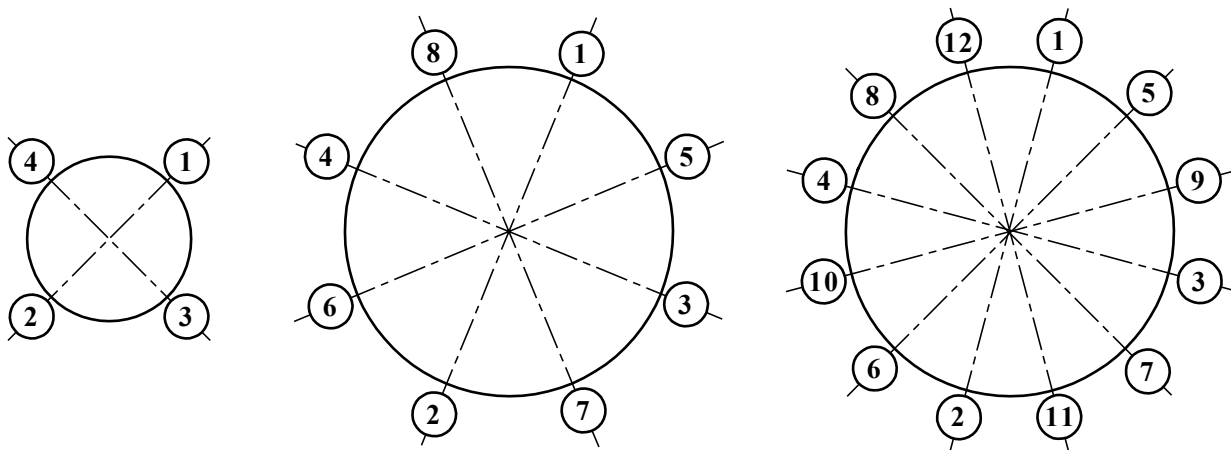

Рис. 5. Очередность затяжки гаек на фланцах.
3.2.6. **Затяжка гаек при установке ППР или имитатора в трубопровод должна производиться в очередности, обозначенной на рис.5, динамометрическим ключом с крутящим моментом не более, указанного в табл.1. В случае превышения усилия затяжки возможно повреждение ППР, вызывающее протечку во внутреннюю полость ЭМР.**